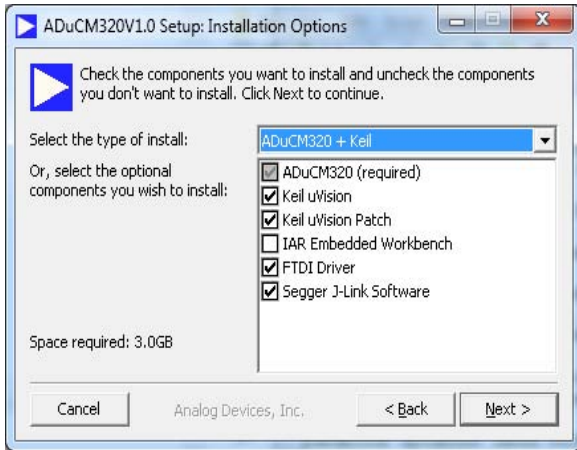

图2. 安装选项
3. 双击ADuCM320.exe，并按照屏幕说明操作。随后将出现一个显示安装选项的菜单，如图2所示。